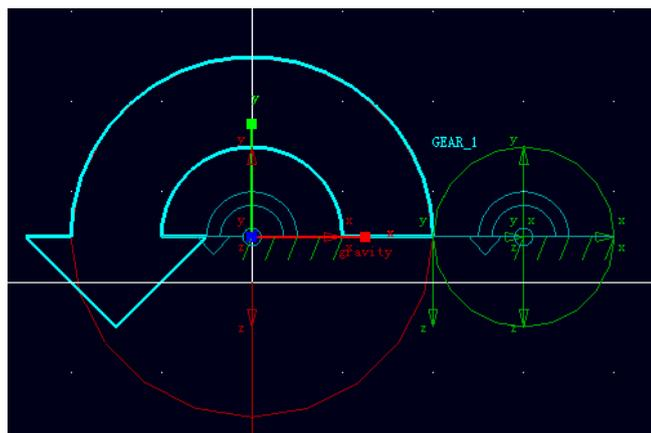

图 4-10 齿轮上的旋转驱动
4.6 在 **ADAMS/View** 驱动库中选择旋转驱动 (**Rotational Joint Motion**) 按钮 ，在 **Speed** 一栏中输入 360，360 表示旋转驱动每秒钟旋转 360 度。在 **ADAMS/View** 工作窗口中，两个齿轮中任选一个作为主动齿轮，本设计中选择左边的齿轮 (红色的)，用鼠标左键点击齿轮上的旋转副 (**JOINT_1**)，一个旋转驱动创建出来，如图 4-10 所示，图中显亮的部分为旋转驱动。